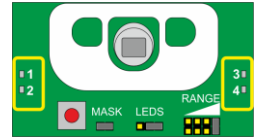

Figura 4
4. Iniziano una serie di lampeggi dei leds (figura 4), a cominciare dal ROSSO (a sinistra) fino al BLU (a destra), rappresentanti nell'ordine: decine VERSIONE, unità VERSIONE, decimi REVISIONI, centesimi REVISIONI, considerando che un'accensione prolungata rappresenta uno zero.